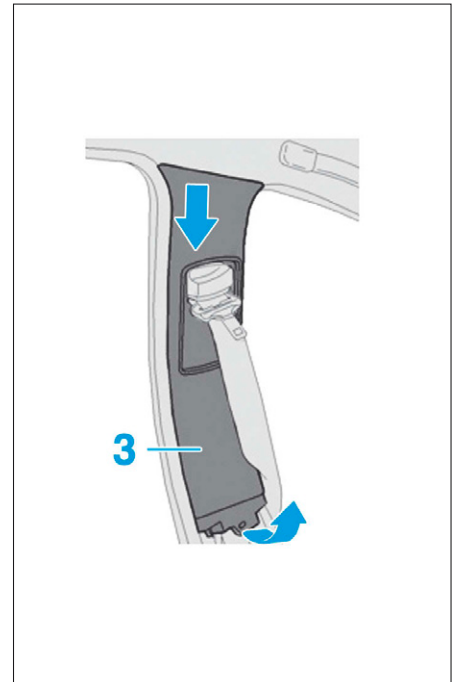

FIG. 10
- Dégrafer la partie supérieure (3) en la tirant vers soi, puis en la tirant verticalement vers le bas (Fig.10).